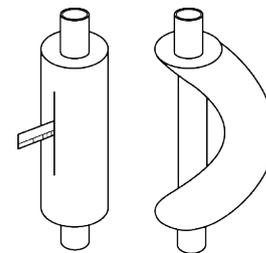

Fig.4.10
- 4 Si le cintrage direct risque de former des cassures sur le tuyau, utilisez d'abord un cutter pour couper la couche d'isolant, voir Fig.4.10. Ne cintrez pas le tuyau tant qu'il n'est pas dénudé. Une fois le cintrage terminé, enrroulez le tuyau d'une couche d'isolant et protégez-le avec du ruban adhésif.